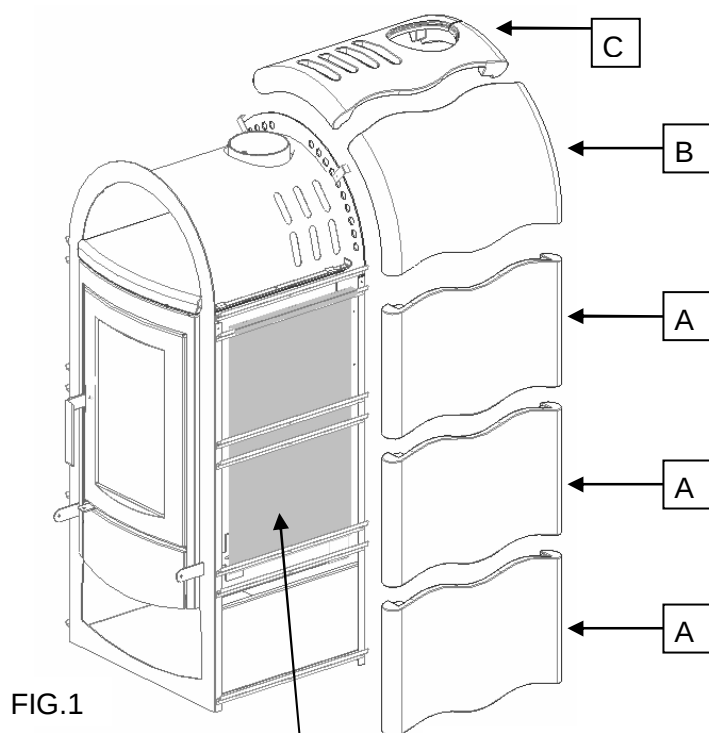
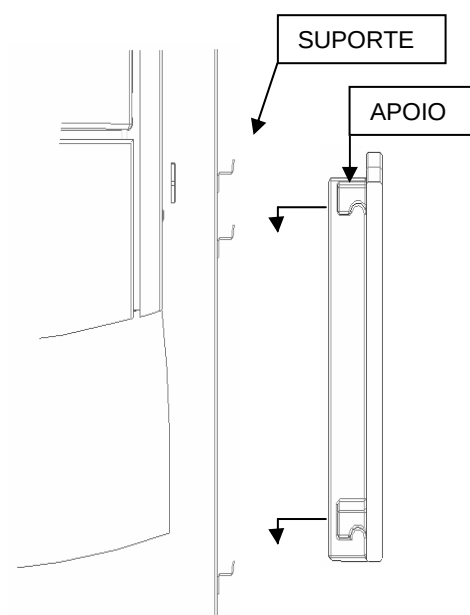
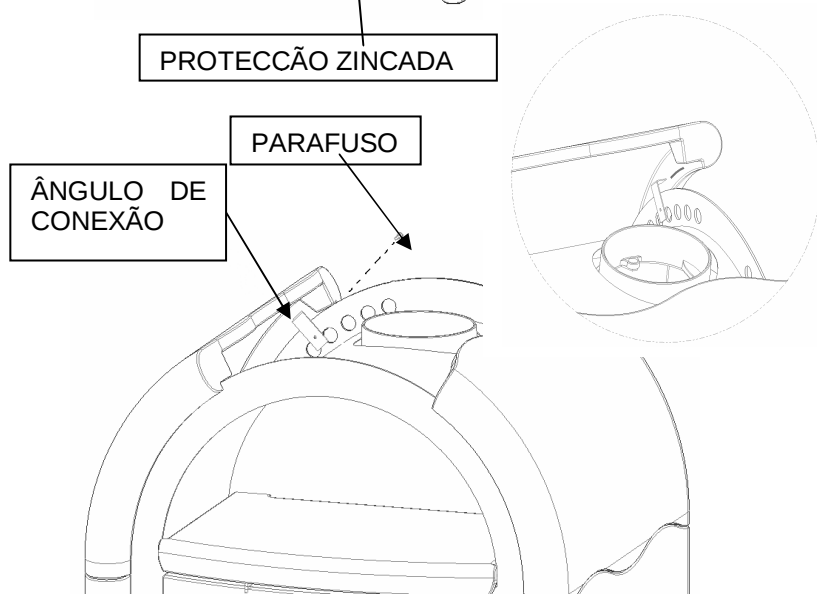
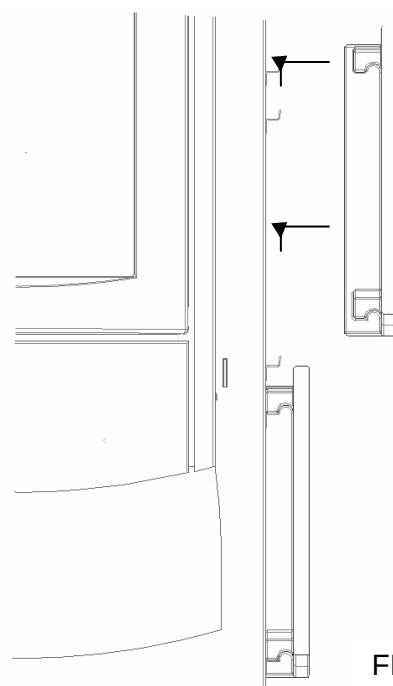

FIG.1
FIG.2
FIG.4
FIG.3
Os azulejos da estufa Stefany devem ser colocadas como está mostrado na fig.1: posiciona-se inicialmente o primeiro azulejo plano (A) sobre os dois apoios na parte mais baixa (fig. 2 e 3) assegurando-se de que os suportes do azulejo fiquem bem enganchados nos suportes. Continua-se da mesma maneira com o segundo azulejo plano (A), que deve ser enganchado ao terceiro e ao quarto suporte a começar por baixo (fig. 3). Continua-se, portanto com o terceiro azulejo plano e sucessivamente com um dos dois azulejos curvos sem furo (B). Para bloquear o último azulejo, é necessário montar o ângulo de conexão, que deve ser fixado dentro da parte traseira da estufa (fig. 4). repetem-se as mesmas operações para montar os azulejos (A-B) no outro lado da estufa. Por fim, coloca-se o azulejo curvo com o furo (C).